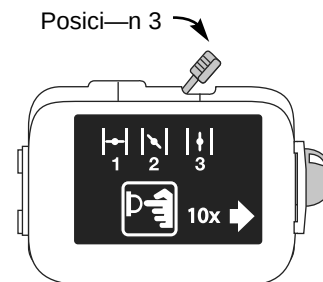

Fig. 10
10. Coloque la palanca del obturador en Posici—n 3 (Fig. 10) la unidad estŁ lista para usarse.